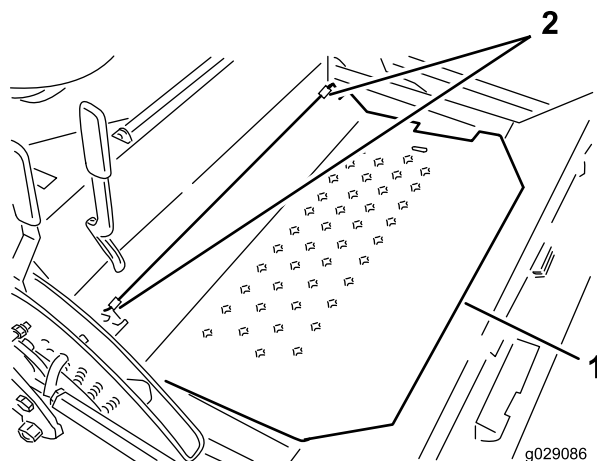

Figura 34
6. Collegate la piastra del sedile al telaio montando i perni di articolazione. (Figura 34).